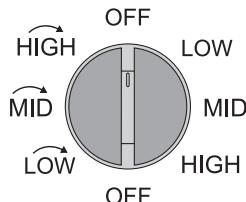

Figura 3 Interruptor de control
2. El dispositivo tiene un interruptor de velocidad de 8 posiciones (ver Figura 3). Seleccione la función deseada (ver tabla) con el interruptor.